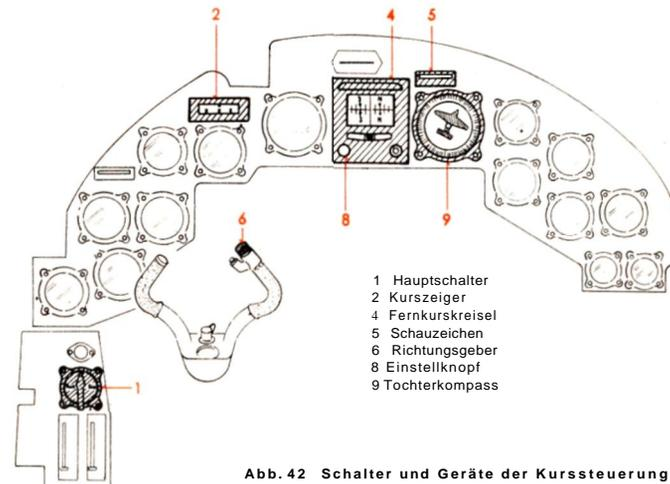

Abb. 42 Schalter und Geräte der Kurssteuerung
Vor dem Inbetriebsetzen der Kurssteuerung wird der Einstellknopf (8) (Abb. 42) am Fernkurskreisel (4) gedrückt, worauf der Hauptschalter (1) in der Nebengerätetafel auf Stufe „1“ zu schalten ist. Mittels Richtungsgebers (6) am Steuerhorn ist die Kurskreisel-Basis (obere Skala) nach dem Tochterkompaß (9) auf den gewünschten Kurs einzustellen. Anschließend ist die Kurssteuerung durch Schalten des Hauptschalters auf Stufe „2“ einzuschalten, wodurch die Rudermaschine, die bei